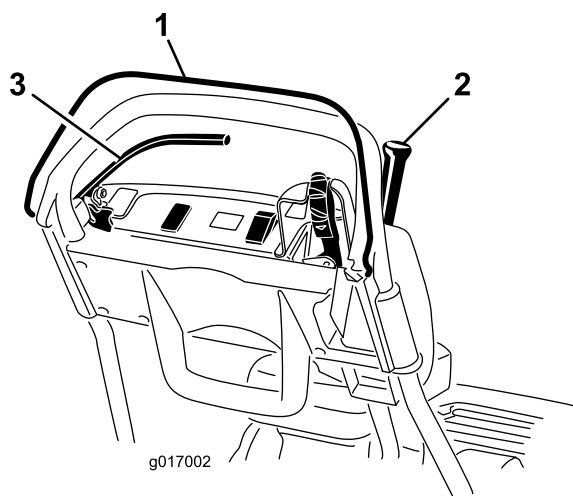

Рисунок 27
3. Попробуйте привести в действие рычаг тяги при ненажатом механизме контроля присутствия оператора (Рисунок 27). Рычаг тяги не должен включаться.
- При нажатом механизме контроля присутствия оператора и включенном рычаге тяги отпустите механизм контроля присутствия оператора (Рисунок 27).
- При нажатом механизме контроля присутствия оператора и передвинутом влево рычаге передач включите приводы барабана и тяги и отпустите механизм контроля присутствия оператора (Рисунок 27).
- При нажатом механизме контроля присутствия оператора и передвинутом влево рычаге передач включите приводы барабана и тяги, переведите рычаг передач вправо для отключения привода барабана (Рисунок 27).
- При нажатом механизме контроля присутствия оператора, включенном рычаге тяги и органах управления двигателем в положении запуска (Рисунок 27).
- При выключенном рычаге тяги, включенном рабочем тормозе и органах управления двигателем в положении запуска (Рисунок 27).
- При работающем двигателе включите рабочий (но не стояночный) тормоз, нажмите механизм контроля присутствия оператора и включите рычаг тяги (Рисунок 27).
- При работающем двигателе включите стояночный тормоз, нажмите механизм контроля присутствия оператора и включите рычаг тяги (Рисунок 27).